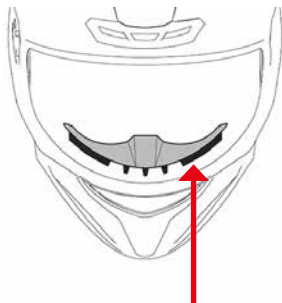

FIGURA 15
**PARANASO****Rimozione** — Figura 15